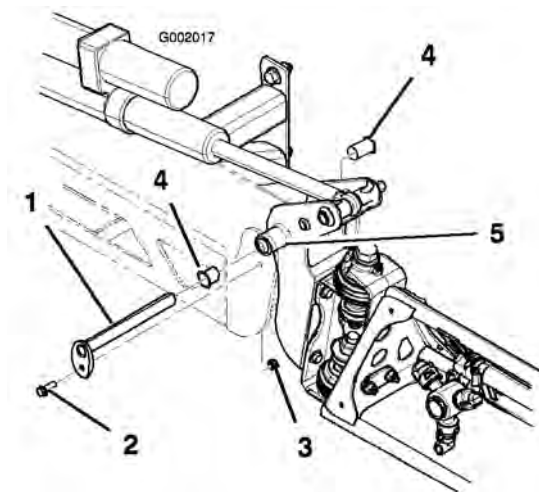

図 61
3. ブームを支えておきながら、ピボット・ピンをブーム・アセンブリに固定しているボルトとナットを取り外す (図 61)。ピボット・ピンを取り外す。
5. ナイロン・ブッシュを取り外し、ピボット・ブラケットの前面および後面側から見て点検する(図 61)。磨耗したり破損したりしている場合は交換する。
7. センター・フレームにブーム&ピボット・ブラケット・アセンブリを取り付け、開口部を整列させる(図 61)。